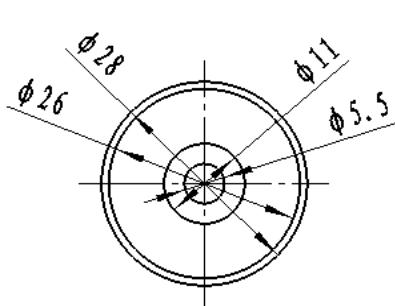

图 2-104 挡圈
- (1) 新建文件。在新建文件对话框中选择零件图标；
- (2) 选择前视基准面，单击 $\text{C}$ 进入草图绘制模式；
- (3) 绘制中心线。在草图绘制工具栏中，单击 $\text{I}$ 按钮，绘制中心线；
- (4) 绘制圆。在草图绘制工具栏中，单击 $\text{C}$ 按钮，绘制4个圆，出现尺寸对话框，输入图示尺寸；
- (5) 尺寸标注。在草图绘制工具栏中，单击 $\text{D}$ 按钮，标注尺寸如图 2-104 所示。